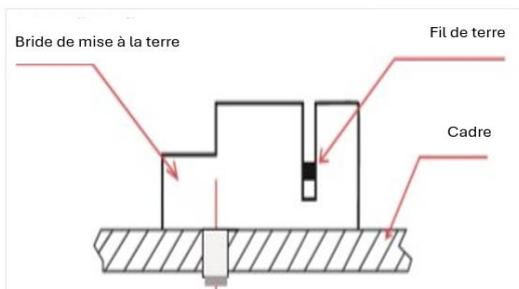

figure 2
- Comme le montre la figure 2, la bride de mise à la terre se compose d'un coulisseau, d'une base et d'une vis captive auto taraudeuse ou d'une vis 8-32 et d'un écrou hexagonal. La bride de mise à la terre accepte les fils de cuivre solides non isolés de calibre 10 ou 12 AWG.